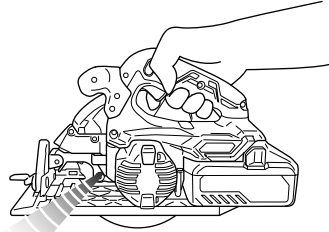

Fig. 27
7. Señales de aviso de luz LED (Fig. 27)